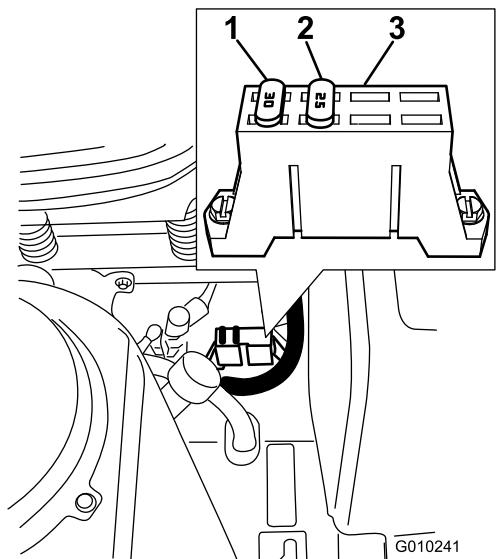

Figura 46
- Los fusibles están situados en la consola de la derecha, junto al asiento (Figura 46).
- Instale un fusible nuevo (Figura 46).